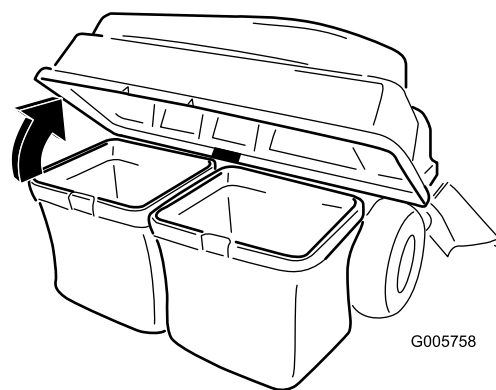

Figure 21
3. Ouvrez (soulevez) le couvercle du système de ramassage (Figure 21).